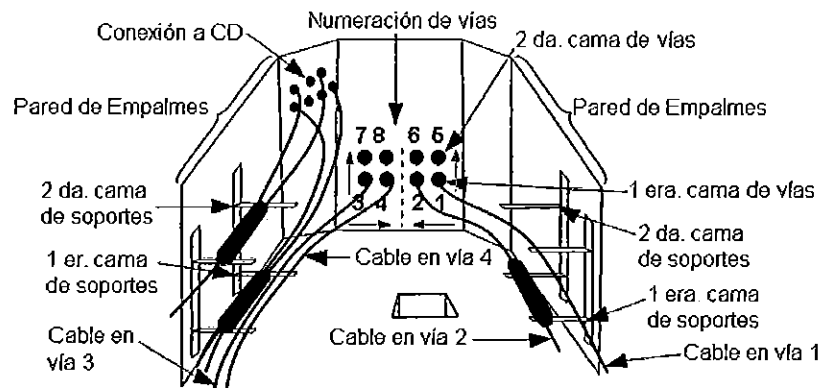

Figura 2. Ocupación de ductos y soportes de cables en pozos con dos paredes de empalme.
- o La canalización se divide verticalmente en dos partes iguales, la ocupación de cada pared de empalmes se hace de las ductos de afuera hacia el centro de la canalización y de las camas inferiores a las camas superiores. Véase figura 2.
- o El acomodo de cables y empalmes en los soportes, se hace de forma que las camas correspondan a la misma cama de ductos. Esto se muestra en la figura 2.